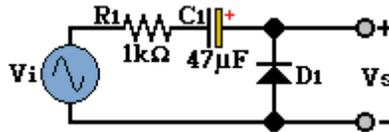
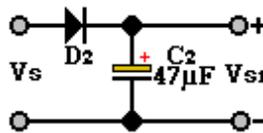

Figura 4.5
Figura 4.6
6. Arme el circuito de la figura 4.5. Dibuje y acote las señales V_i y V_s en papel milimétrico.
7. A la salida del circuito de la figura 4.5, conecte el circuito de la figura 4.6. Dibuje y acote las señales obtenidas en V_i y V_{s1} en papel milimétrico. Observando los valores del nivel de voltaje en CD.